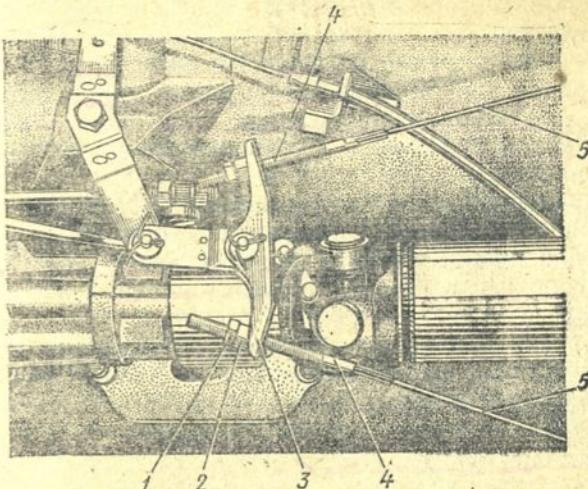

Рис. 62. Регулировочный узел привода стояночной тормозной системы:
Сначала отрегулируйте ход рычага привода, для чего отпустите контргайки 1 (рис. 62) и вращением регулировочных гаек 2 добейтесь, чтобы для затормаживания рычаг продвигался вверх на 6—8 зубцов сектора.
1. Полностью ослабьте натяжение задних тросов, для чего отверните контргайку 1 (см. рис. 62) и регулировочные гайки 2, переместив их на концы регулировочных наконечников 4.